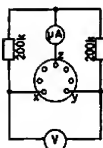

Abb. 1
- Mikroampere-Meter mit Nullpunkt in der Mitte an die Meßbuchsen X, Y und Z (Abb. 1) anschließen.